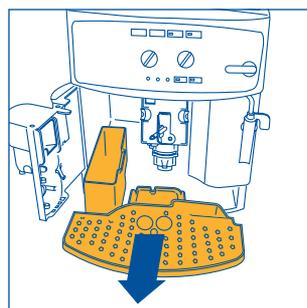

Fig. 16
**NOTA 7:** A máquina conta o número de cafés tirados. A cada 14 cafés normais (ou 7 duplos), a luz piloto 📊 acende-se fixamente (cap. 12 ponto 3), indicando que o recipiente de borras está cheio de pastilhas e que é, assim, necessário esvaziá-lo e limpá-lo. Enquanto não limpar a gaveta de borras, a luz manter-se-á acesa e a máquina não poderá fazer o café. Para efectuar a limpeza, abra a porta de serviço situada na parte frontal, puxando a pega própria (fig. 15); a luz ⚠ intermitente acender-se-á (consulte o par. 12, ponto 9); retire depois a pingadeira (fig. 16), esvazie-a e limpe-a. Esvazie e limpe cuidadosamente a gaveta de borras, tendo o cuidado de remover todos os resíduos que possam estar depositados no fundo. Seque também as eventuais gotas de condensação que estejam depositadas no interior da máquina sob a pingadeira. **IMPORTANTE:** Sempre que retirar a pingadeira, é OBRIGATÓRIO esvaziar o recipiente de borras de café, ainda que este esteja pouco cheio. Se esta operação não for efectuada pode acontecer que, quando tirar os cafés seguintes, o recipiente de borras se encha mais do que o previsto e que a máquina fique obstruída com pastilhas saturadas.
- Retire a pingadeira e o recipiente de borras (fig. 16) e lave-os;